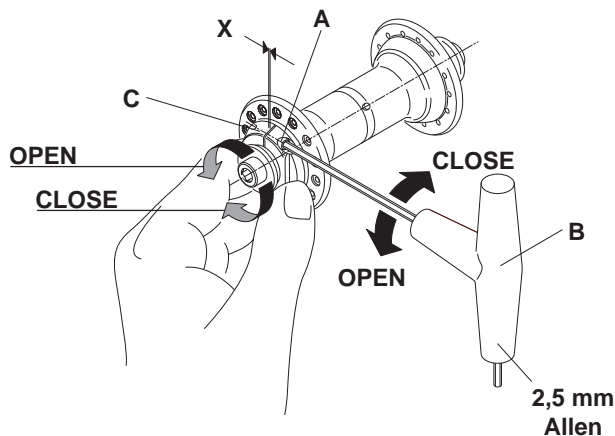

Fig. 5
- I** • Per ridurre il gioco del perno avvitate la ghiera (C) ruotandola in senso orario con la mano o con una chiave da 21 mm (Fig. 5).
- Avvitare la vite (A) con la chiave a brugola inserita a fondo (per **Record** e **Chorus**) o col cacciavite (per **Daytona**) fino a chiudere completamente lo spazio (X) sulla ghiera (C).
- GB** • To reduce axle play, tighten lockring (C) by turning it clockwise by hand or with a 21 mm wrench (Fig. 5).
- tighten the screw (A) with the Allen wrench properly seated on it (for **Record** and **Chorus**) or using the Phillips screwdriver (for **Daytona**) until the gap (X) on the lockring (C) is completely closed.
- D** • Um das Spiel der Achse zu verringern die Buchse (C) anziehen. Dazu die Buchse im Uhrzeigersinn mit der Hand oder mit einem 21 mm Schlüssel drehen (Abb. 5).
- Bei **Record** und **Chorus** die Inbusschraube (A) mit dem tief eingeführten Schlüssel und bei **Daytona** mit dem Schraubenzieher so lange anziehen, bis der Abstand (X) zur Buchse (C) vollkommen geschlossen ist.
- F** • Pour réduire le jeu de l'axe, vissez la bague (C) en la tournant dans le sens des aiguilles d'une montre avec la main ou avec une clé de 21 mm (Fig. 5).
- Vissez la vis (A) avec la clé insérée à fond jusqu'à fermer complètement l'espace (X) sur la bague (C).
- E** • Para reducir el juego del eje, enroscar la virola (C) girándola en el sentido de las agujas del reloj con la mano o con una llave de 21 mm (Fig. 5).
- Enroscar el tornillo (A) con la llave Allen introducida hasta el fondo (para **Record** y **Chorus**) o el destornillador a cruz (para **Daytona**), hasta cerrar completamente el espacio (X) sobre la virola (C).
- NL** • Om speling op de as weg te nemen: draai borgmoer (C) vast in de richting van de klok met de hand of met 21 mm sleutel (fig. 5).
- Draai de imbusbout (A) met de sleutel aan totdat het gat (X) van de borgmoer (C) volledig is afgedicht.